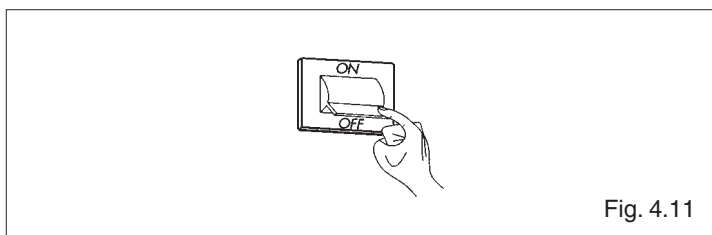

Fig. 4.11
- verificare l'arresto totale della caldaia **Novella** posizionando l'interruttore generale dell'impianto su "spento" (fig. 4.11).